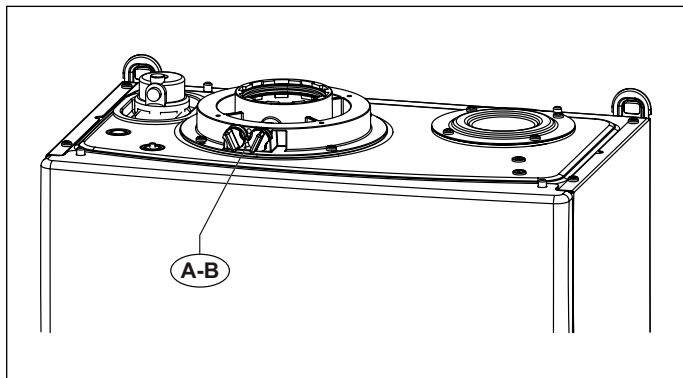
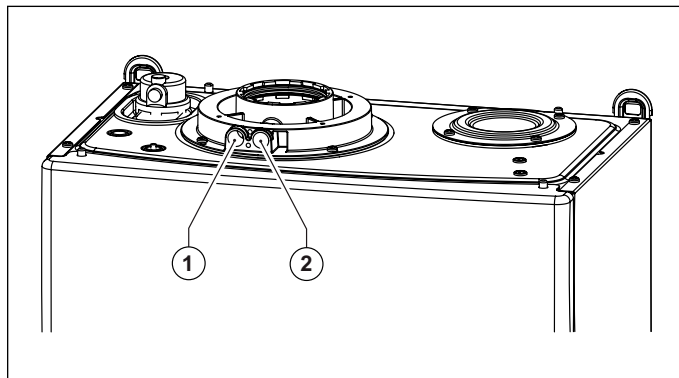

Fig. 19 Posición tapones
Fig. 20 Posición orificios
La caldera cuenta con una torre para la conexión de la tubería de aspiración del aire/evacuación de humos (ver Fig. 19 Posición tapones y Fig. 20 Posición orificios).
En la torre han sido preparados orificios para el acceso directo del aire de combustión y a la evacuación de los humos (ver Fig. 20 Posición orificios).
Antes de efectuar las mediciones quitar los tapones **A** y **B** de los orificios preparados sobre la torre (ver Fig. 19 Posición tapones).
- medida del aire comburente tomada en el agujero específico **1** (ver Fig. 20 Posición orificios).
- medición de la temperatura de los humos y del CO2 tomada en el orificio **2** (ver Fig. 20 Posición orificios).